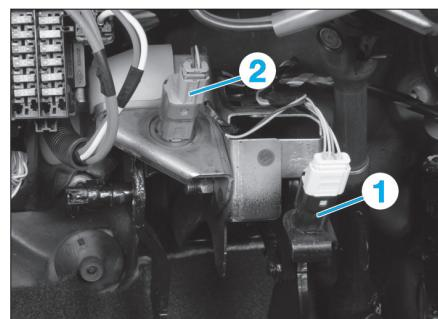

Fig. 11
- Débrancher le connecteur du contacteur de pédale de frein (1) puis tourner ce dernier d'un quart de tour dans le sens antihoraire afin de le déposer (Fig.11).
- Si le véhicule est équipé du régulateur de vitesse, débrancher le connecteur du contacteur de pédale d'embrayage (2) puis tourner ce dernier d'un quart de tour dans le sens antihoraire afin de le déposer.